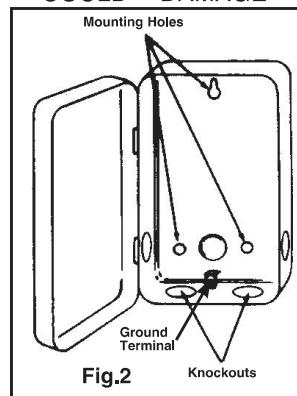

Fig.2
Debouchures - Combinaison 1/2 - 3/4" (Voir Fig. 2)
1. Monter la minuterie à l'endroit voulu au moyen des trois trous de montage prévus à cette effet. Monter la minuterie à hauteur des yeux, si possible, et en laissant suffisamment de place à la gauche du boîtier pour permettre au couvercle de s'ouvrir complètement. (Voir Fig. 2) Il n'est pas nécessaire de retirer le mécanisme de la minuterie de son boîtier pour effectuer le montage étant donné que le trou de montage supérieur est du type à fente. Placer une vis ou un autre dispositif de fixation dans la paroi à hauteur des yeux. La tête de la vis ou du dispositif doit être légèrement plus grosse que la partie étroite du trou de montage de façon à ce que la minuterie soit fermement fixée à son emplacement. Les deux autres trous de montage sont accessibles sans qu'il soit nécessaire de démonter le mécanisme de la minuterie. Ils assureront un montage permanent et stable de la minuterie.